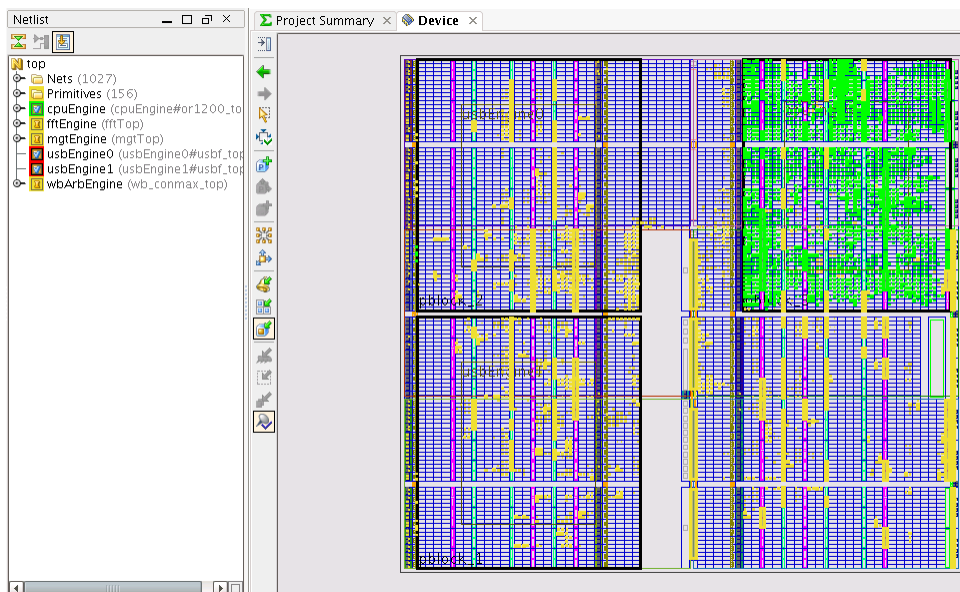

図 18 : cpuEngine プロジェクトのインプリメント済みデザイン
- top パーティションに含まれるロジックは、図 18 では黄色でハイライトされています。
[Highlight Primitives] ツールを使用すると、図 18 に示すようなハイライトされたビューを作成できます。